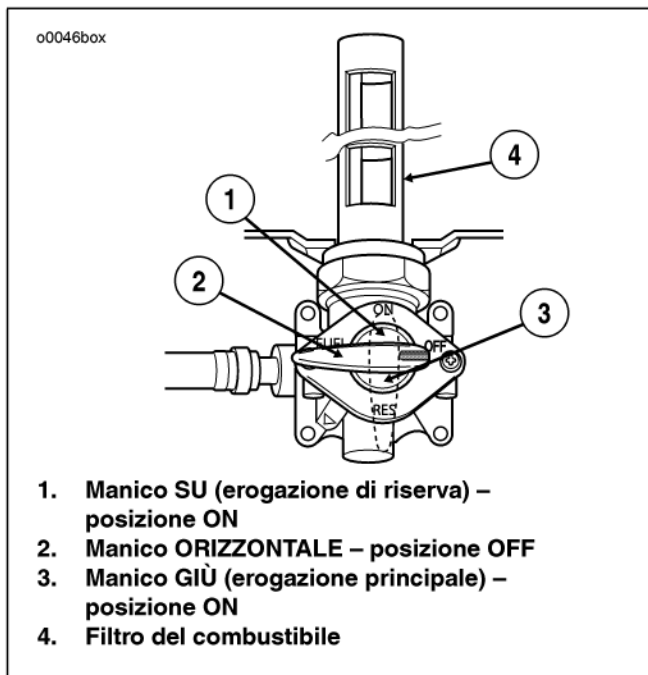

Figura 30. Rubinetto del combustibile
- Vedere la Figura 30. Portare il manico in posizione orizzontale per arrestare (OFF) l'alimentazione principale di combustibile.
- Portare il manico in posizione verticale (3) per avviare (ON) l'alimentazione principale di combustibile.
- Portare il manico in posizione verticale (1) per avviare (ON) l'alimentazione di riserva di combustibile.